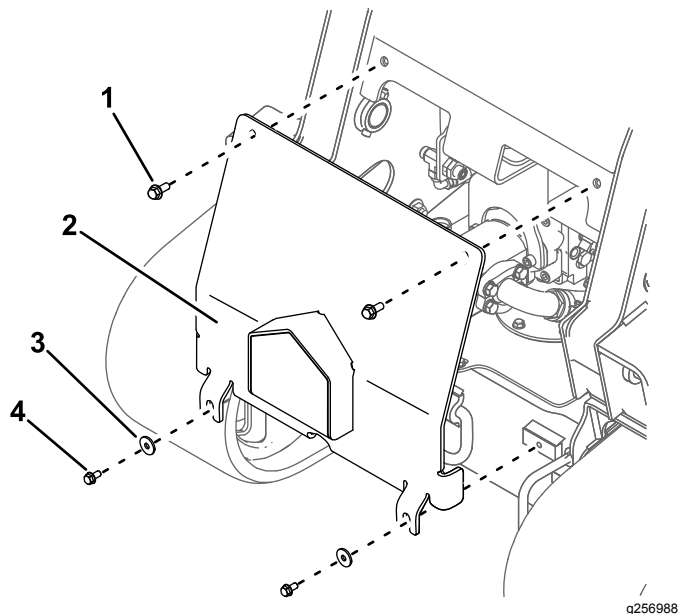

Figura 2
2. Rimuovete la copertura anteriore (Figura 2).